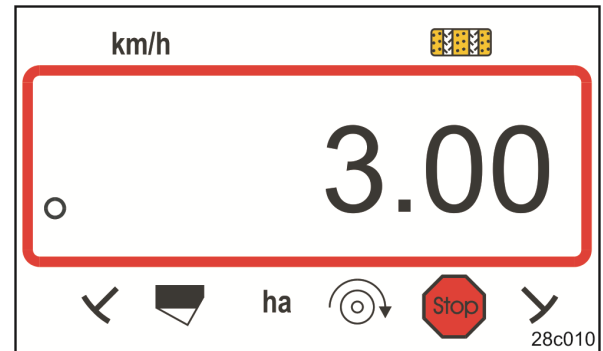

Fig. 15
- Indicador: anchura de trabajo guardada [m], p.ej. 3,0 m (Fig. 15).